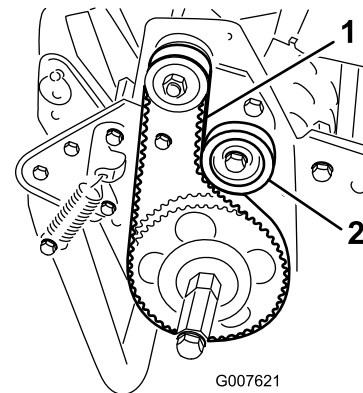

Figura 38
2. Compruebe la tensión presionando la correa en el punto intermedio entre las poleas (Figura 38) con una fuerza de 18–22 N. La correa debe desviarse 6 mm.
- A. Afloje la tuerca de montaje de la polea tensora y pivote la polea tensora en sentido horario contra la parte trasera de la correa, hasta obtener la tensión deseada (Figura 38).